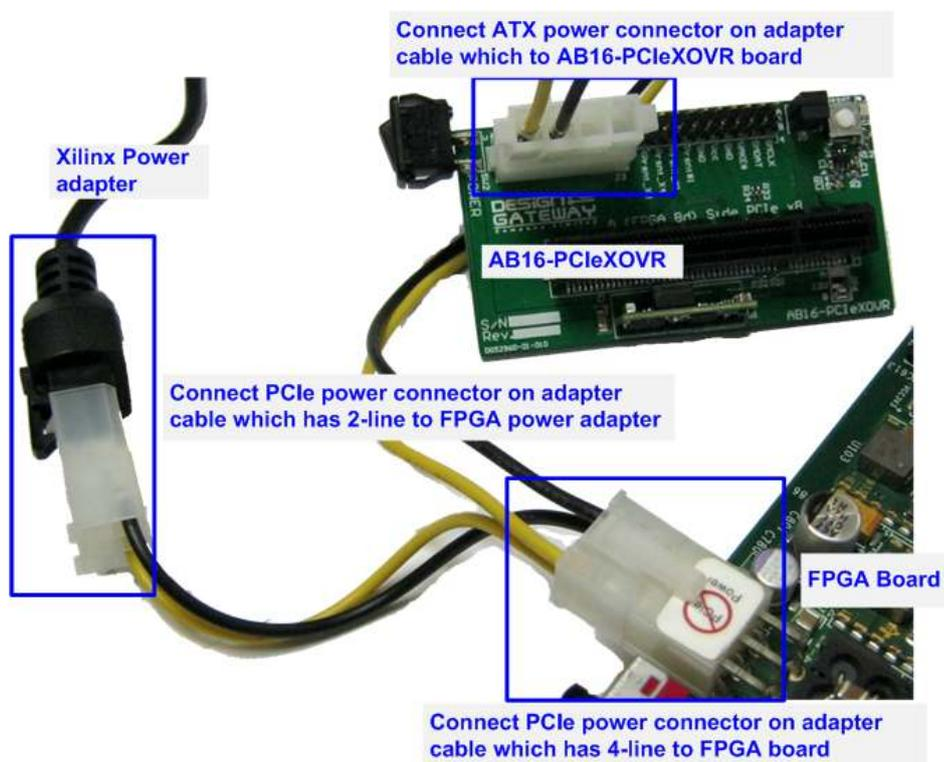

図 2-6: 電源分岐ケーブルで AC アダプタの電源を評価ボードと AB16-PCIeXOVR アダプタに供給
- 3) AB16-PCIeXOVRアダプタ付属の電源分岐ケーブルを使い図 2-6 のように AC アダプタからの電源を分岐して AB16-PCIeXOVR アダプタ・ボードおよび Xilinx 評価ボードの両方に供給します。